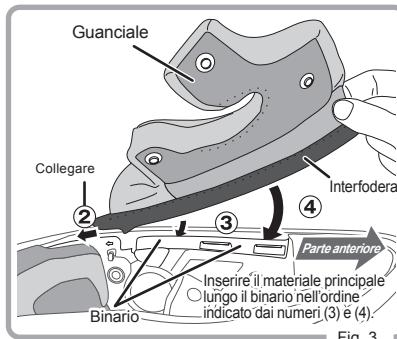

Fig. 3
3. Avvitare saldamente ogni vite del meccanismo della visiera ruotandola in senso orario. (Fig. 3)
2. Flettere la visiera con attenzione fino a renderla piatta. Quindi, agganciare l'altro lato della lente originale a incastro Pinlock® nei perni eccentrici prima di lasciare attentamente che la visiera torni alla curvatura originale. Assicurarsi che la lente originale a incastro Pinlock® si inserisca saldamente nella scanalatura (Fig. 3, 4 e 5). (Il punto 3 segue alla prossima pagina)
2. Inserire l'estremità dell'interfodera dietro al guanciale nell'incastro. (Per vedere l'incastro, girare leggermente il profilo in gomma). (Fig. 3)
- 3-4. Inserire l'interfodera lungo la fessura. (Fig. 3)
3. Fissarlo su entrambi i lati contemporaneamente andando verso il centro. (Fig. 3)